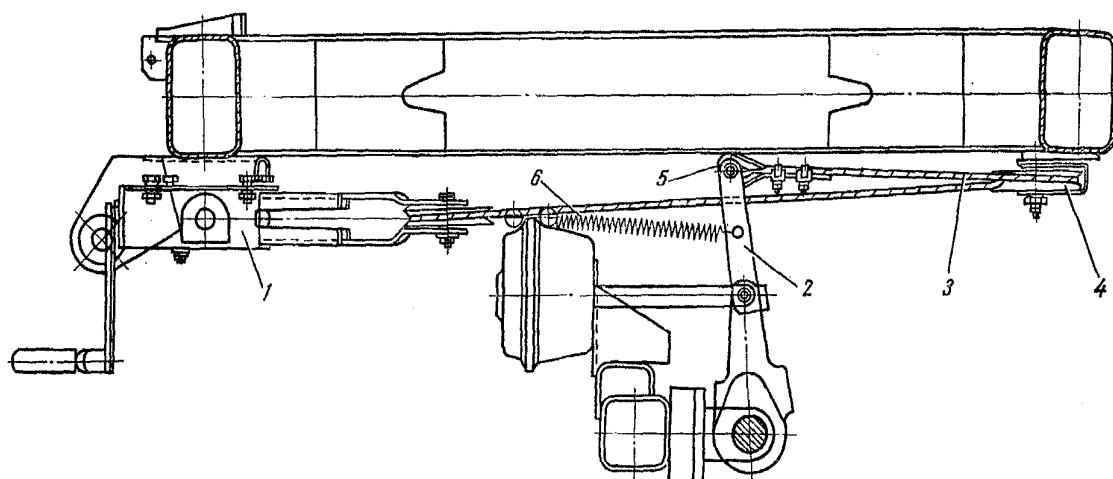

Рис. 16. Привод стояночного тормоза:
4.8. **Стояночная тормозная система.** Стояночная тормозная система предназначена для затормаживания прицепа на стоянке. Привод ручной, механический. Основными частями привода являются натяжной механизм 1, установленный на передней поперечине рамы поворотной тележки, трос 3, возвратные пружины 6, направляющие ролики 4, рычаги (рис.16).